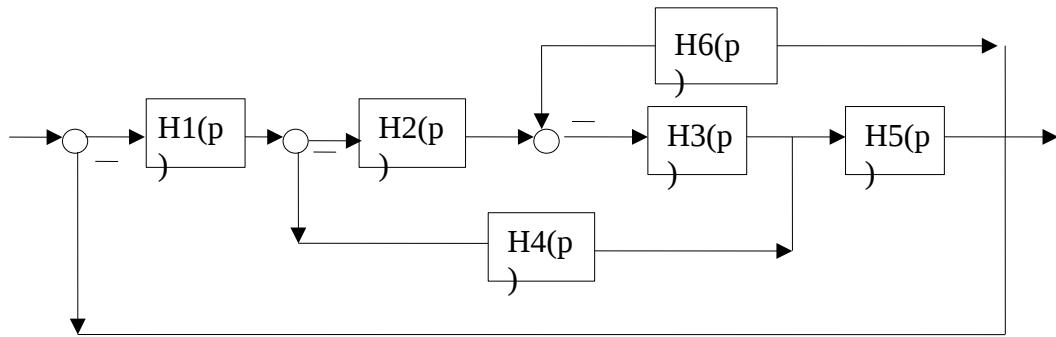

Рис. 1, где  $H_1(p)=k_1/(T_1p+1)$ ,  $H_2(p)=k_2/(T_2p+1)$ ,  $H_3(p)=k_3/p$ ,
1. Выполнить структурное преобразование линейной системы (привести её к эквивалентной одноконтурной), которая приведена на рис. 1. Написать выражение для передаточной функции разомкнутой системы.